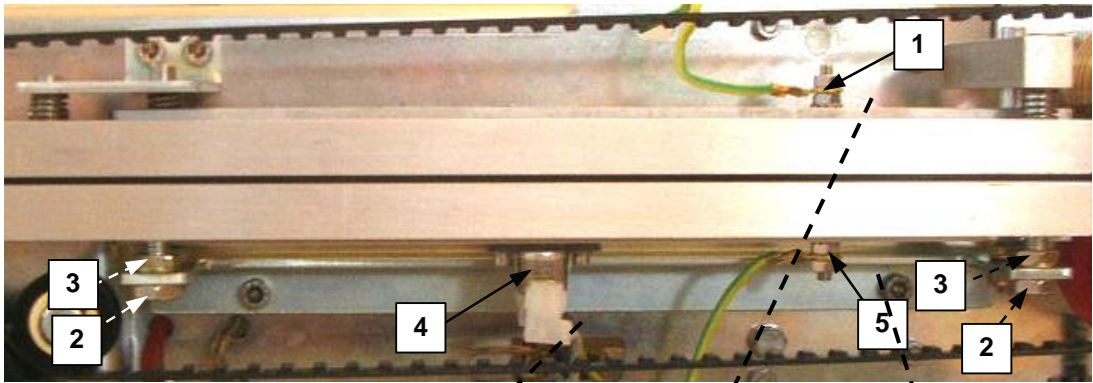
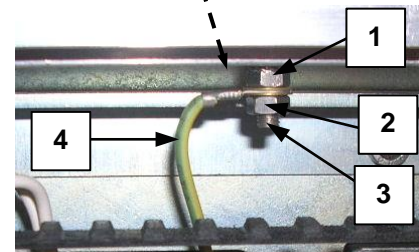

Bild 5.10
Bild 5.13
- Trennen Sie die beiden Klemmen (Nr. 3 – Bild 5.13) der Kante des Sicherheitsthermostaten (Nr. 4 – Bild 5.10).
- Kontermutter (Nr. 2 – Bild 5.13) des unteren Erdungskabels (Nr. 4 – Bild 5.13) abschrauben.
- Lösen Sie die Mutter Nr. 1 - Bild 5.13.
- Lösen Sie die Kreuzschlitzschraube (Nr. 3 – Bild 5.13) des Heizelements.
- Lösen Sie die unteren Kontermuttern (Nr. 2 - Bild 5.10), die die untere Siegelbacke an der Traverse der Maschine sichern, und entfernen Sie das Montageheizelement und die Backe.
**Lösen Sie niemals die Kontermuttern (Nr. 3 - Bild 5.10).**
- Entfernen Sie den Schutzthermostat (Nr. 4 - Bild 5.10) von der unteren Siegelbacke.